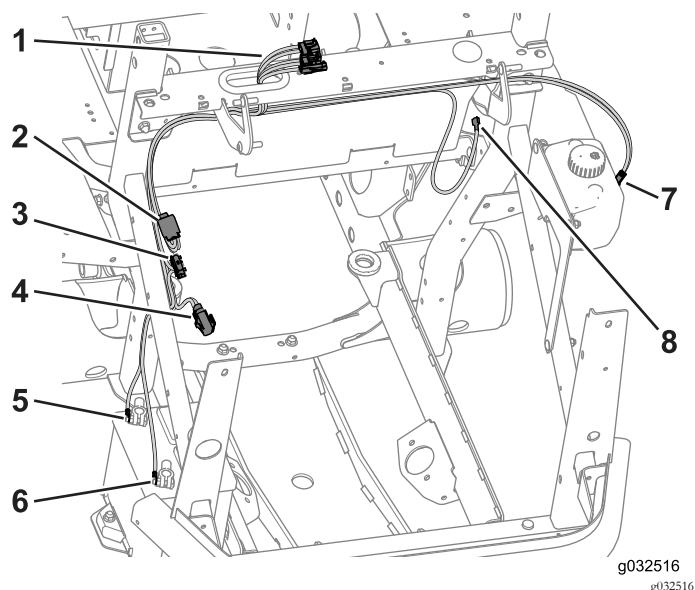

Рисунок 38
- Проложите три разъема кабины через уплотнительную втулку (Рисунок 38).
2. Проложите провод вспомогательного питания через опору рамы, вниз вдоль трубы конструкции защиты оператора при опрокидывании машины (ROPS) и к органам управления на пульте оператора (Рисунок 38).
3. Проложите провод бачка стеклоомывателя через опору рамы, вниз вдоль трубы конструкции ROPS и к бачку стеклоомывателя (Рисунок 38).